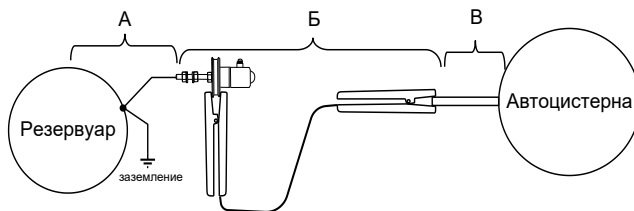

Рисунок 2.5 - Цепь заземления при установке на объекте (вариант)
2.6.2.1 Не реже одного раза в месяц (рекомендуется еженедельно) контролировать электрические сопротивления цепей «А», «Б», «В» (рисунок 2.5). Значения указанных сопротивлений должны быть: